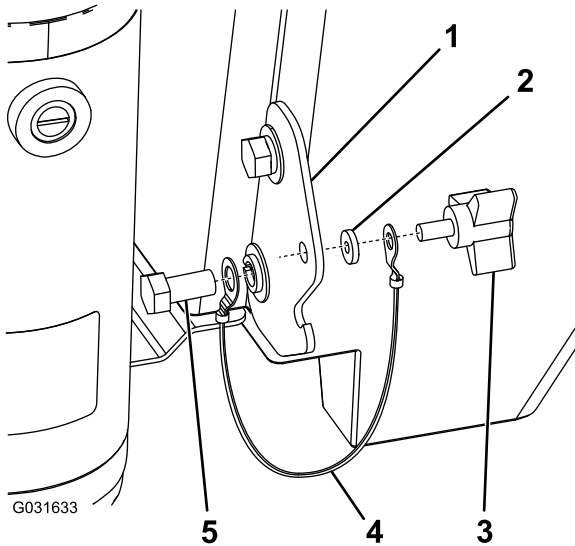

Figura 9
1. Sujete el cordón de seguridad al perno inferior de cada uno de los enganches de la tolva (Figura 9).
2. Conecte el extremo abierto del cordón al tornillo de apriete manual usando una arandela de goma (Figura 9).